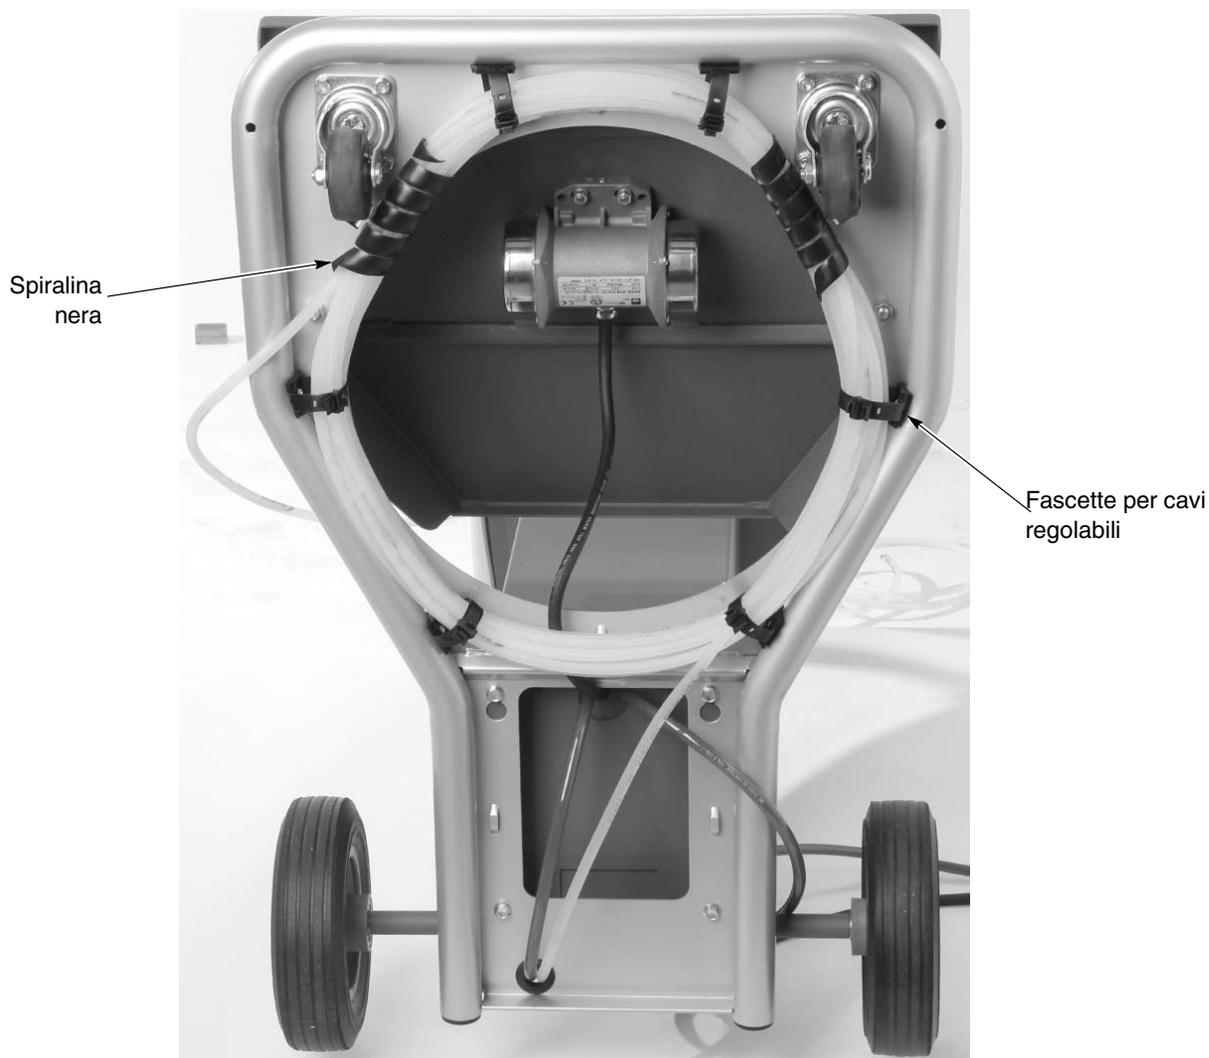

Figura 3-9 Legare i tubi in un fascio (nell'illustrazione il sistema mobile)
Vedi figura 3-9. Con le spiraline nere fornite assieme al sistema per unire in un fascio il cavo della pistola di spruzzo, i tubi dell'aria e il tubo della polvere.
**NOTA:** Vedi figura 3-9. La lunghezza minima del tubo della polvere è di 60 ft.